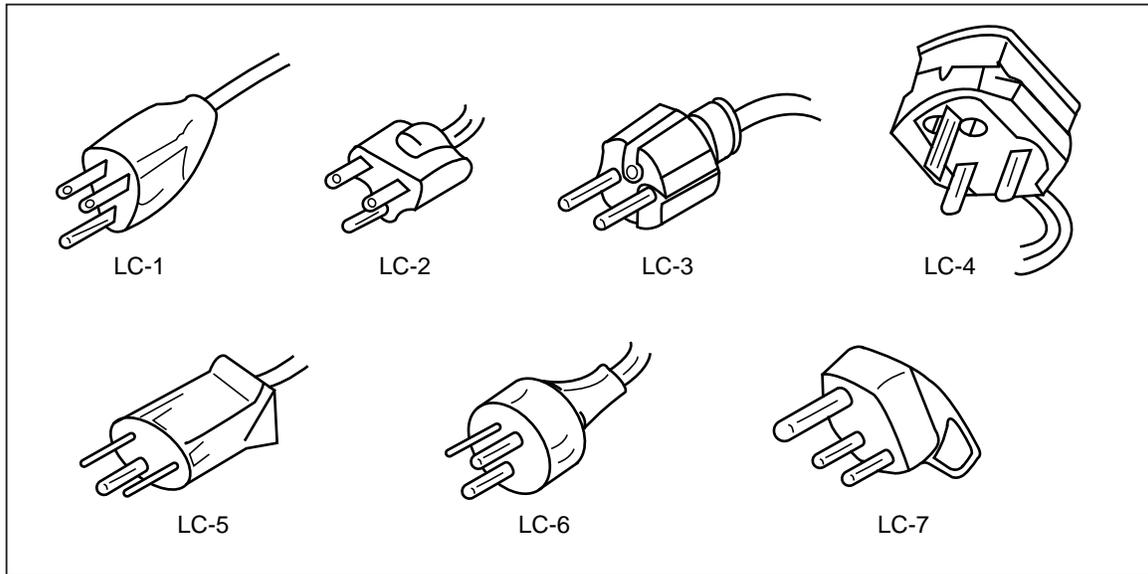

Figura 2-3. Tipos de cable de alimentación de alto voltaje disponibles de Fluke
3. Conecte el cable de alimentación eléctrica a un enchufe de tres clavijas correctamente conectado a tierra. Consulte la figura 2-3 para conocer los tipos de cable de alimentación de alto voltaje disponibles de Fluke. Consulte la tabla 2-2 para ver descripciones de los cables de alimentación de alto voltaje.